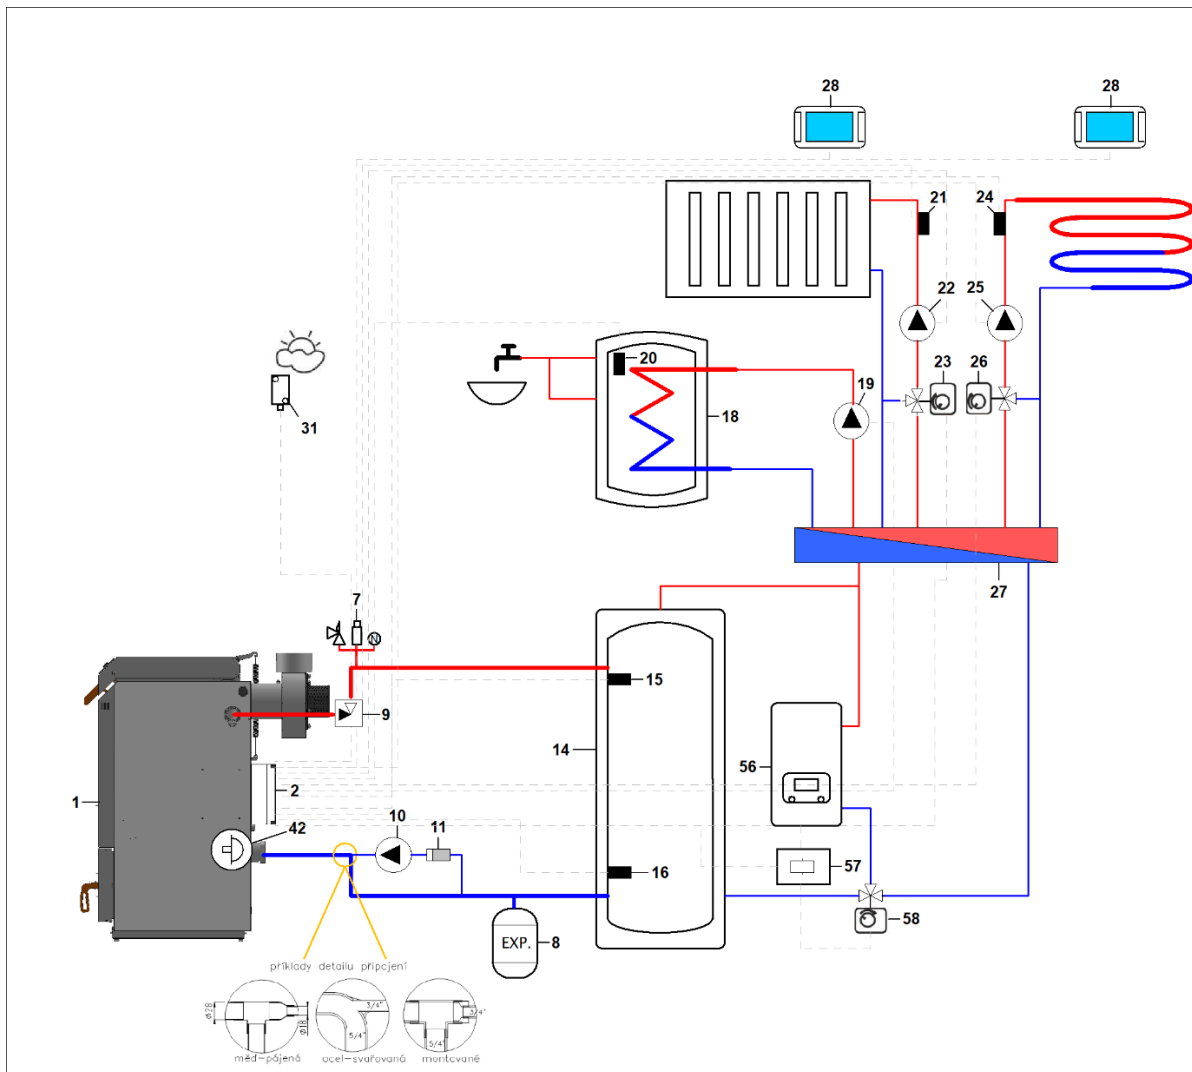

Abbildung 33. Hydraulischer Anschluss mit Reservekessel (56) und Umlenventil (58)
*Ein Dreiwege-Umschaltventil kann angeschlossen werden, um den Heizkreislauf und das Brauchwasser vom Speicher zu trennen, um ein Aufheizen des Speichers zu verhindern - siehe Abbildung 33.*